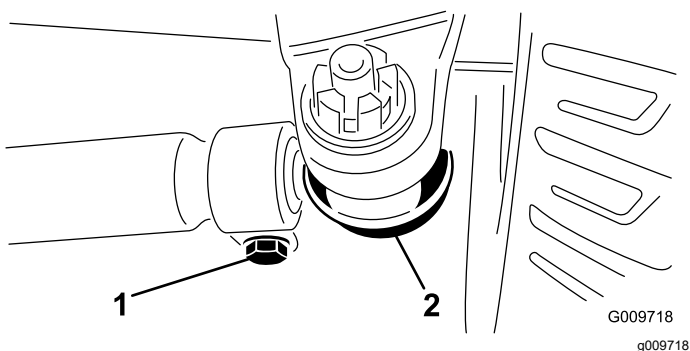

Figura 61
2. Para ajustar, remova o contrapino e a porca de cada uma das rótulas da barra de ligação (Figura 61). Remova a rótula da barra de ligação do suporte do eixo.
3. Desaperte as abraçadeiras que estão em ambas as extremidades das barras de ligação (Figura 61).
4. Rode a rótula desligada para dentro ou para fora uma (1) volta completa e aperte o grampo na extremidade solta da barra de ligação.